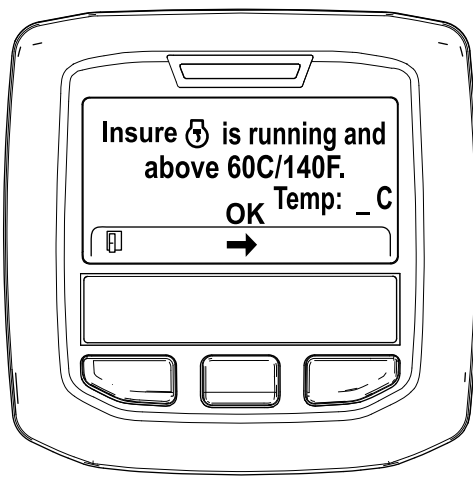

Figure 52
5. Si la température du liquide de refroidissement est inférieure à 60 °C, le message « Insure  is running and above 60C/140F » (vérifier que *** fonctionne et est supérieure à 60 °C/140 °F) s'affiche (Figure 52).